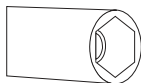

Figura 3
1. Deve usar chave com cabeça especial para retirar e instalar os bicos. (Figura 3)